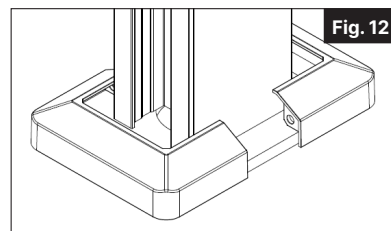

Fig. 12
- 11.** Installez la garniture de finition du poteau. Insérez les attaches de fixation dans les côtés opposés de la garniture. Glissez les deux moitiés autour de la base du poteau. Verrouillez-les ensemble en appuyant sur les deux moitiés jusqu'à ce qu'elles s'enclenchent (Fig. 12).